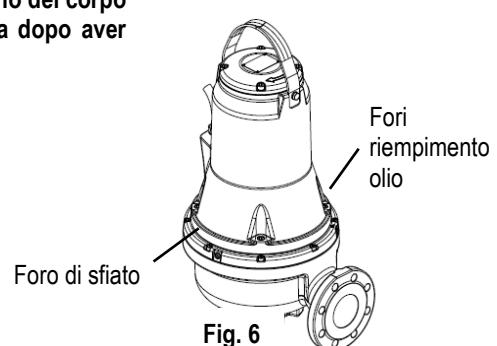

Fig. 6
**Durante il posizionamento della pompa può rimanere aria bloccata all'interno del corpo pompa. L'aria può essere rimossa dal corpo pompa installando la stessa dopo aver rimosso l'apposito foro di sfiato posizionato laterale alla pompa. (Fig. 6).**